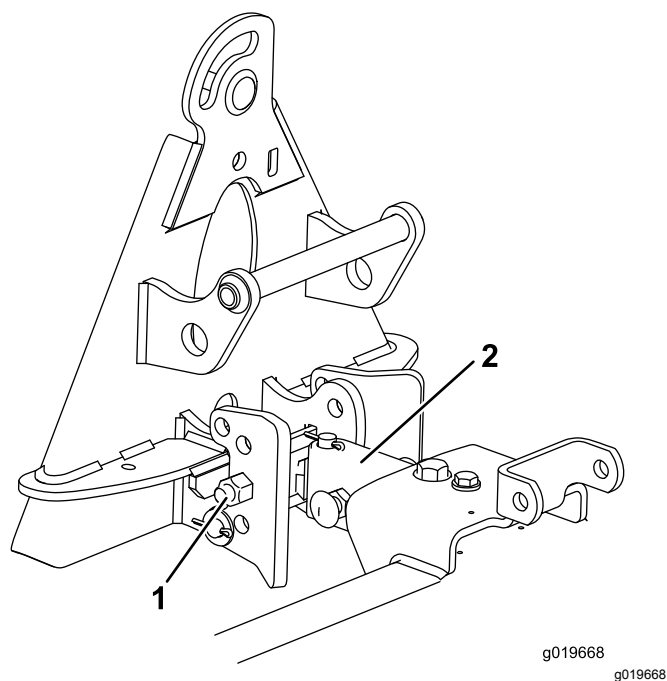

Figura 12
1. Montate il gruppo di attacco nei fori inferiori della staffa d'arresto (Figura 12).
2. Allineate il lato più lungo del timone verso l'alto e montatelo sul lato inferiore del gruppo supporto (Figura 12).